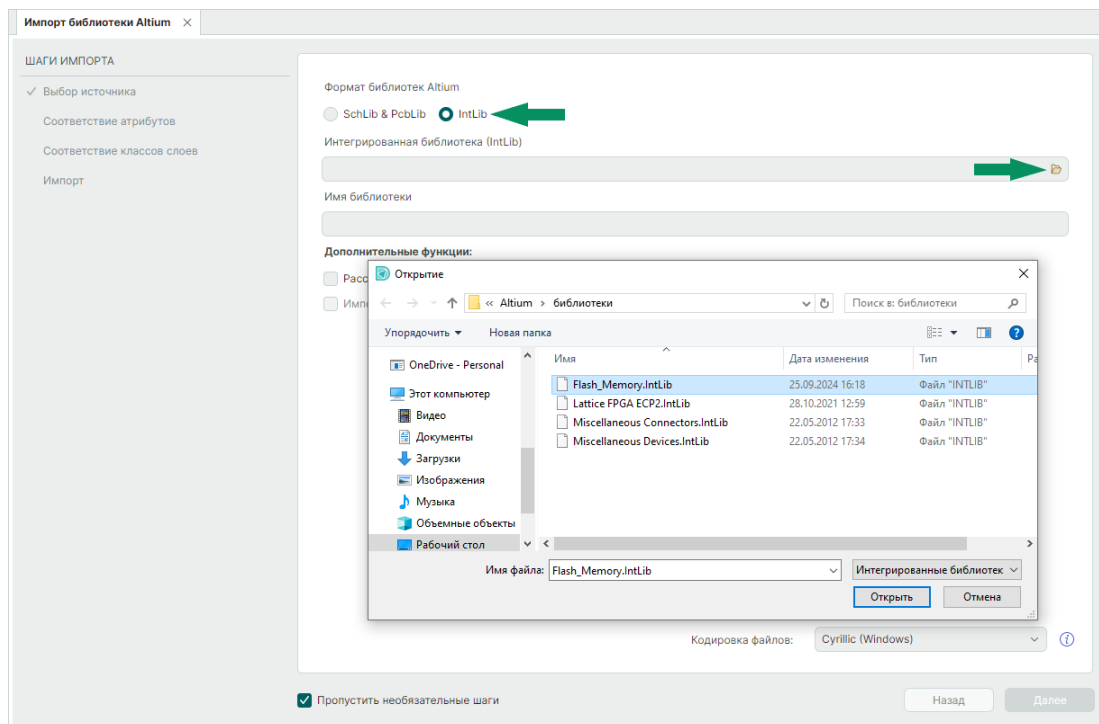

Рис. 8 Выбор файла импортируемой библиотеки
2. Выберите файл импортируемой библиотеки и введите имя библиотеки. Для выбора файлов нажмите , после выбора импортируемого файла в окне проводника нажмите «Открыть», см. Рис. 8.